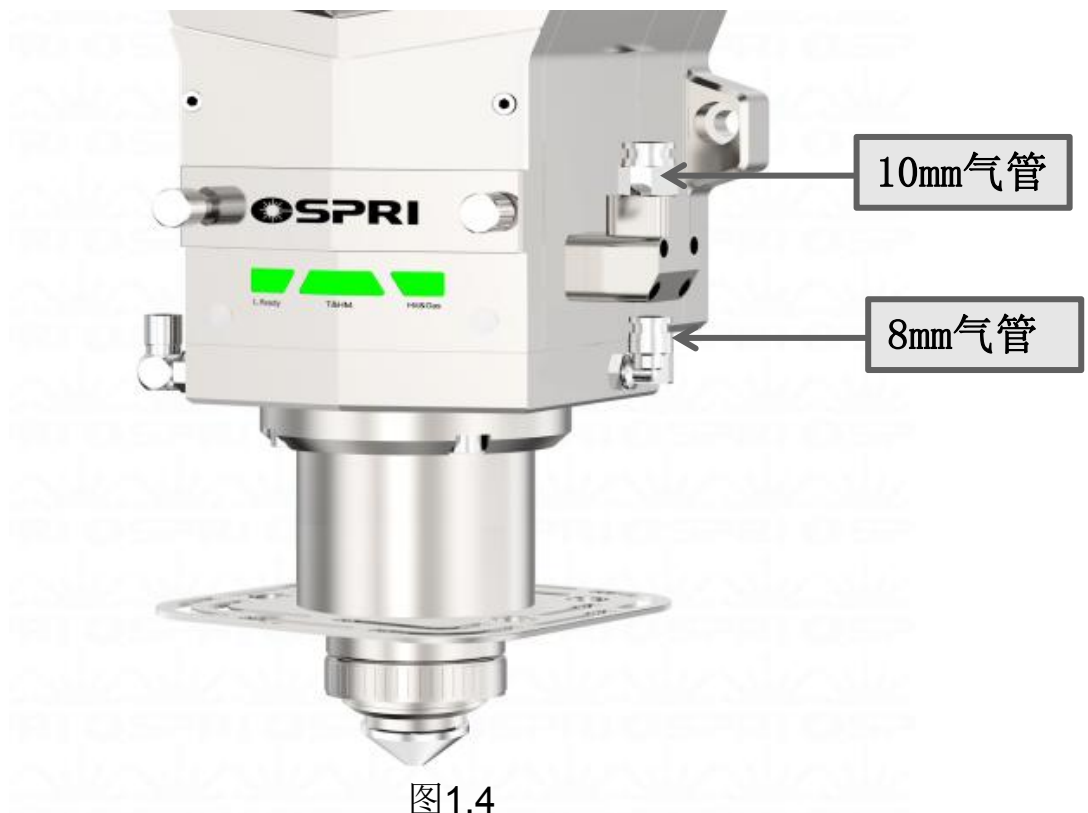

图1.4
- ① 输入口接10mm气管，如下图1.4所示，用于对接切割气体，输入压力 $<3.0\text{Mpa}$ 。
- ② 输入口接入8mm气管，如下图1.4所示，用于对接冷却气体，输入压力 $<0.6\text{Mpa}$ 。